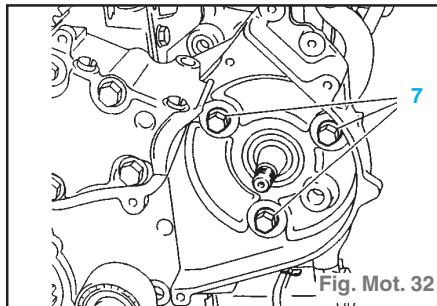

Fig.Mot.32
- Déposer les vis (7) et la pompe haute pression (Fig.Mot.32).